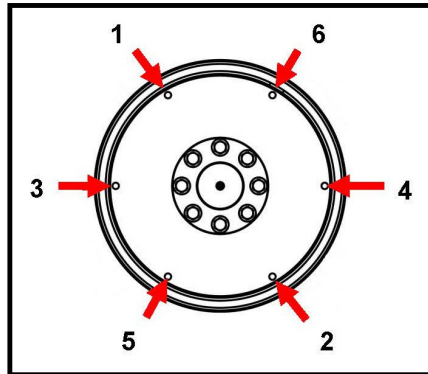

図 22. 固定手順
10. に示す順序で、カップリング ディスクをフライホイールに固定するボルトを締め付けます 図 22 ページ 35。